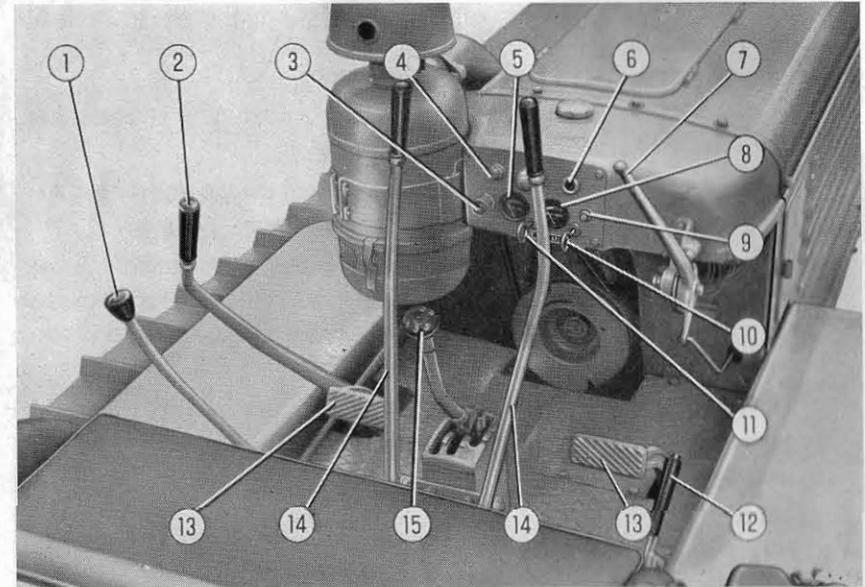

Fig. 5. - Apparecchi e comandi.
5. Chiudere la presa d'aria del motore a benzina tirando indietro il relativo tirante (10, fig. 5); tirare indietro pure il tirante comando accelerazione (11, fig. 5).
10. Avviato il motore Diesel, fermare il motore d'avviamento premendo il pulsante di massa magnete (9, fig. 5). Chiudere il rubinetto del serbatoio benzina.